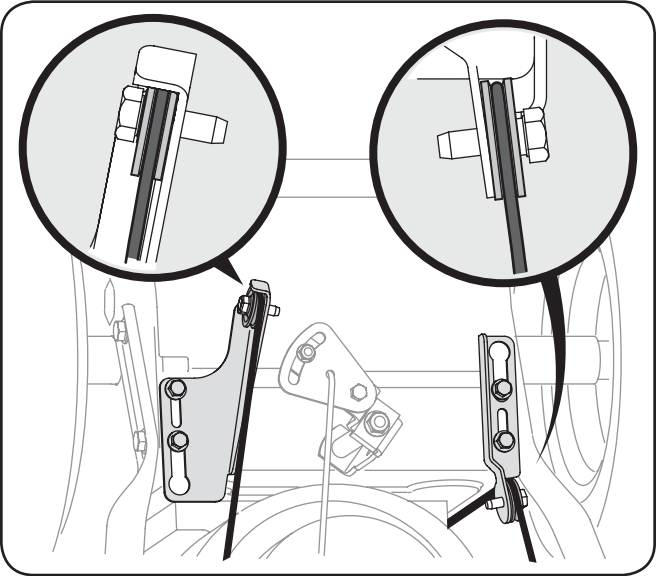

Fig. 3-1
2. Assurez-vous que les deux câbles, sur la partie inférieure de la souffreuse, sont bien alignés avec les rouleaux de guidage. Voir la Fig. 3-1. Redressez le guidon supérieur, alignez le guidon supérieur avec le guidon inférieur. Voir la Fig. 3-2.